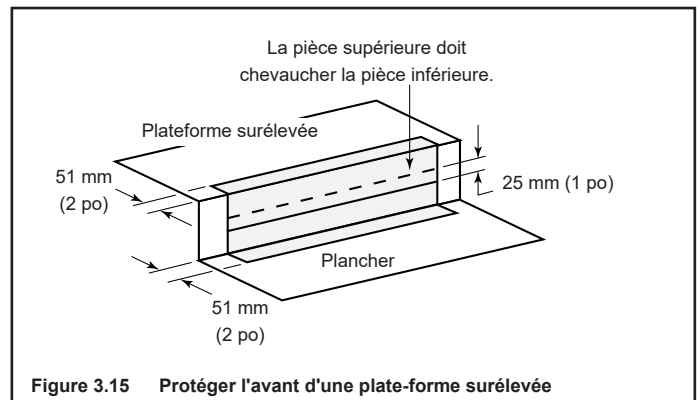

Figure 3.15 Protéger l'avant d'une plate-forme surélevée
- Protégez l'avant d'une plate-forme surélevée au-dessus du prolongement de l'âtre à l'aide de bandes métalliques (non incluses avec le foyer) conformément à la figure 3.15. Voir la section 7 f pour les instructions relatives à la prolongement de l'âtre.